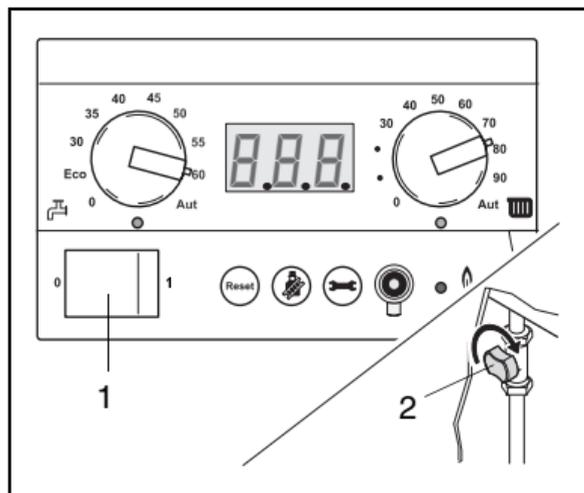

Fig. 10 BC 10 - rubinetto del gas
- Portare l'interruttore dell'alimentazione elettrica (fig. 10, pos. 1) in posizione "0".
- Chiudere il rubinetto d'intercettazione del gas girandolo in modo che si trovi disposto perpendicolarmente rispetto al tubo del gas (fig. 10, pos. 2).
- Portare l'interruttore dell'alimentazione elettrica (fig. 10, pos. 1) in posizione "I" e lasciare aperto il rubinetto del gas.